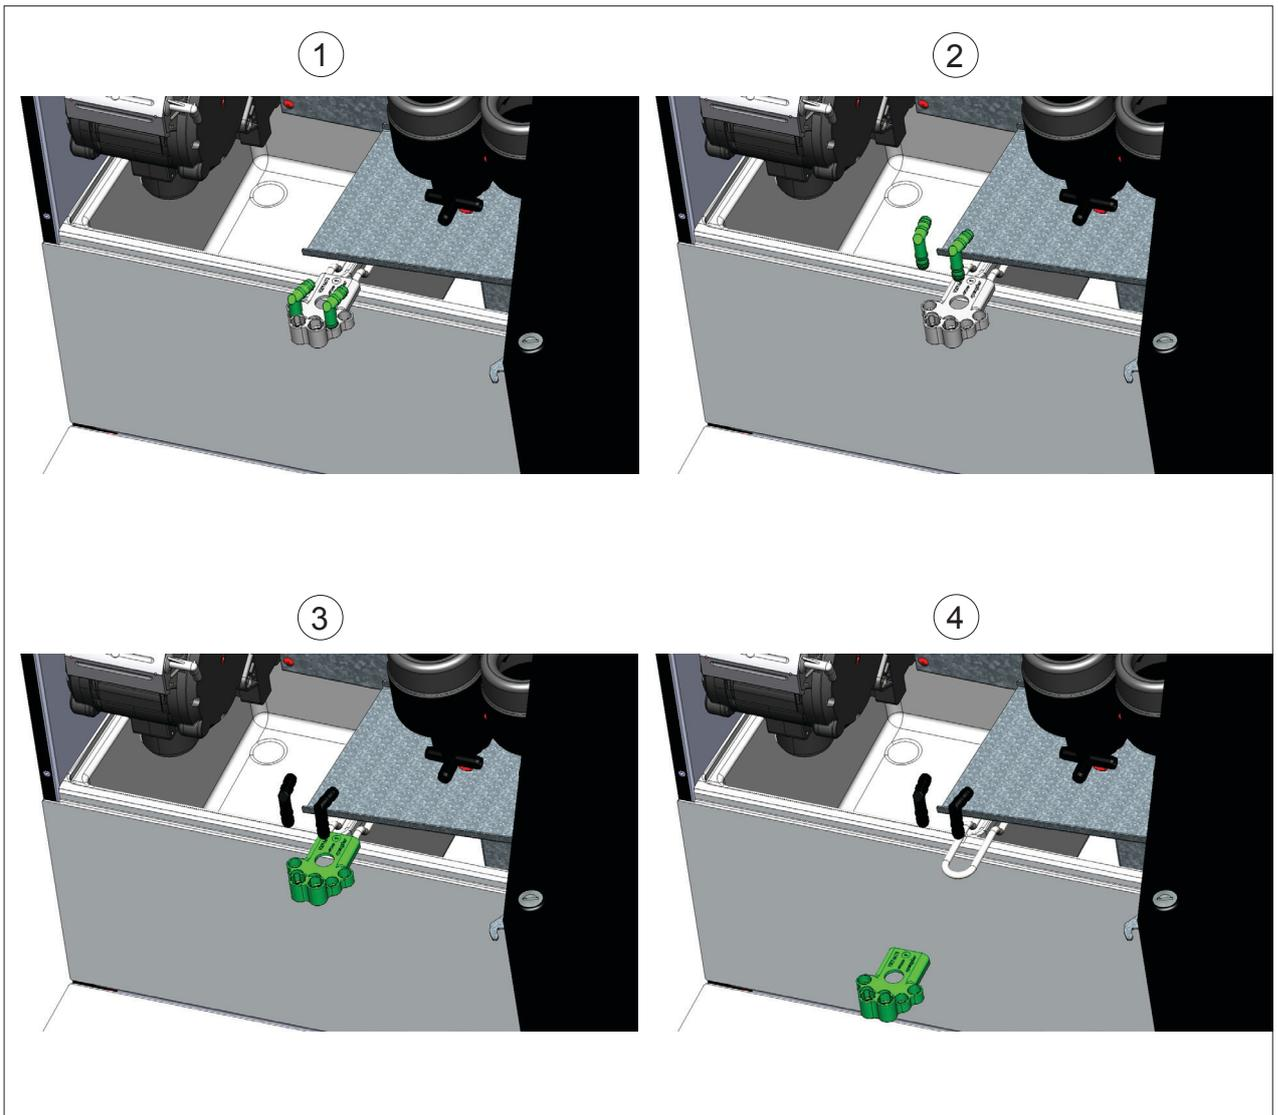

Abb. 95: Ausgabebereich demontieren
- 1 Entnehmen Sie die Produktausläufe aus dem Rohrhalter (Abb. 95; (1) und (2))
- 2 Entfernen Sie den Rohrhalter (Abb. 95; (3) und (4))